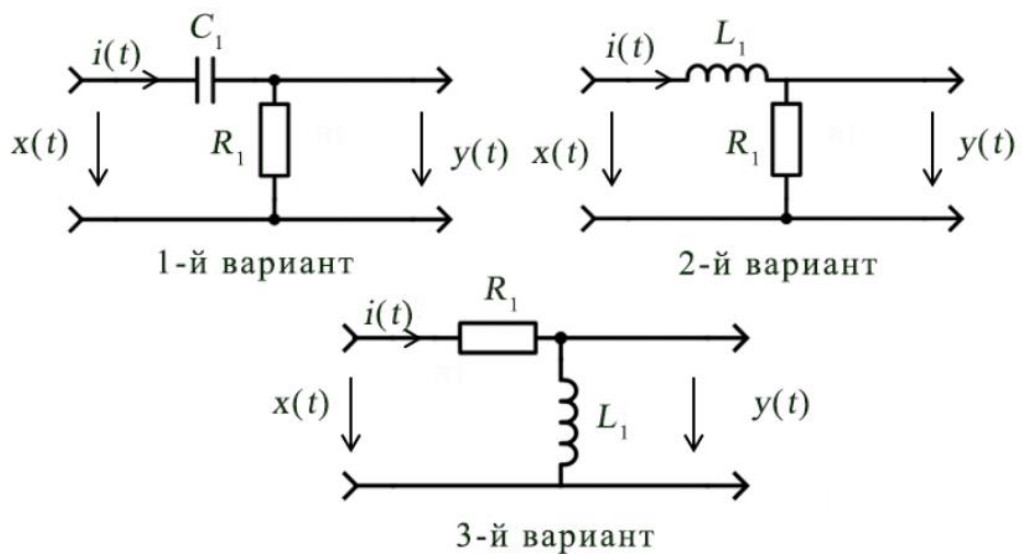

Рисунок 6.26 – Варианты принципиальных схем к задаче 2
- 5 Получить вариант принципиальной схемы (рисунок 6.26) и значение параметров цепи (таблица 6.4) к задаче 2.